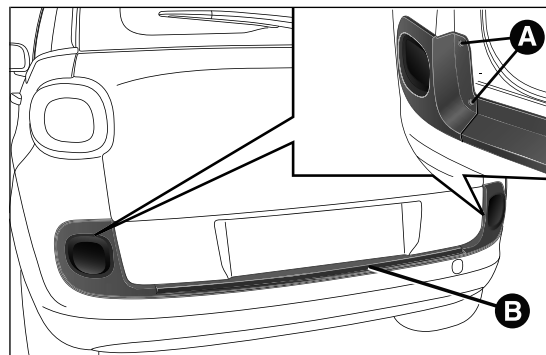

fig. 178
- ❑ abrir el maletero, quitar el marco embellecedor, aflojar los cuatro tornillos de fijación A fig. 178 y retirar el grupo óptico B;
- ❑ volver a montar correctamente el grupo óptico B fig. 178 apretando los cuatro tornillos de fijación A, a continuación cerrar el maletero.